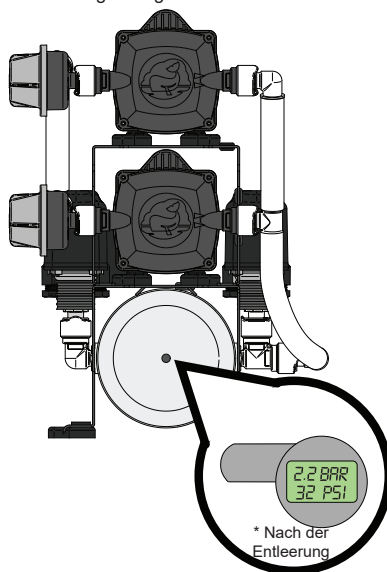

Abbildung 7 Ventilposition für die jährliche Inspektion
- Überprüfen Sie den Druck des Speichertanks jährlich, wie in Abbildung 7 dargestellt. Verwenden Sie bei Bedarf eine Hand- oder Fußpumpe, um den Druck zu erhöhen.